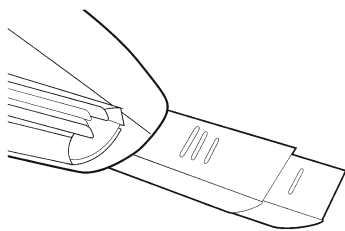

Fig. 3
1. Rimuovere l'apparecchio dalla stazione di ricarica (2).
2. Utilizzare la bocchetta per fughe (6, fig. 3) ovvero la prolunga.